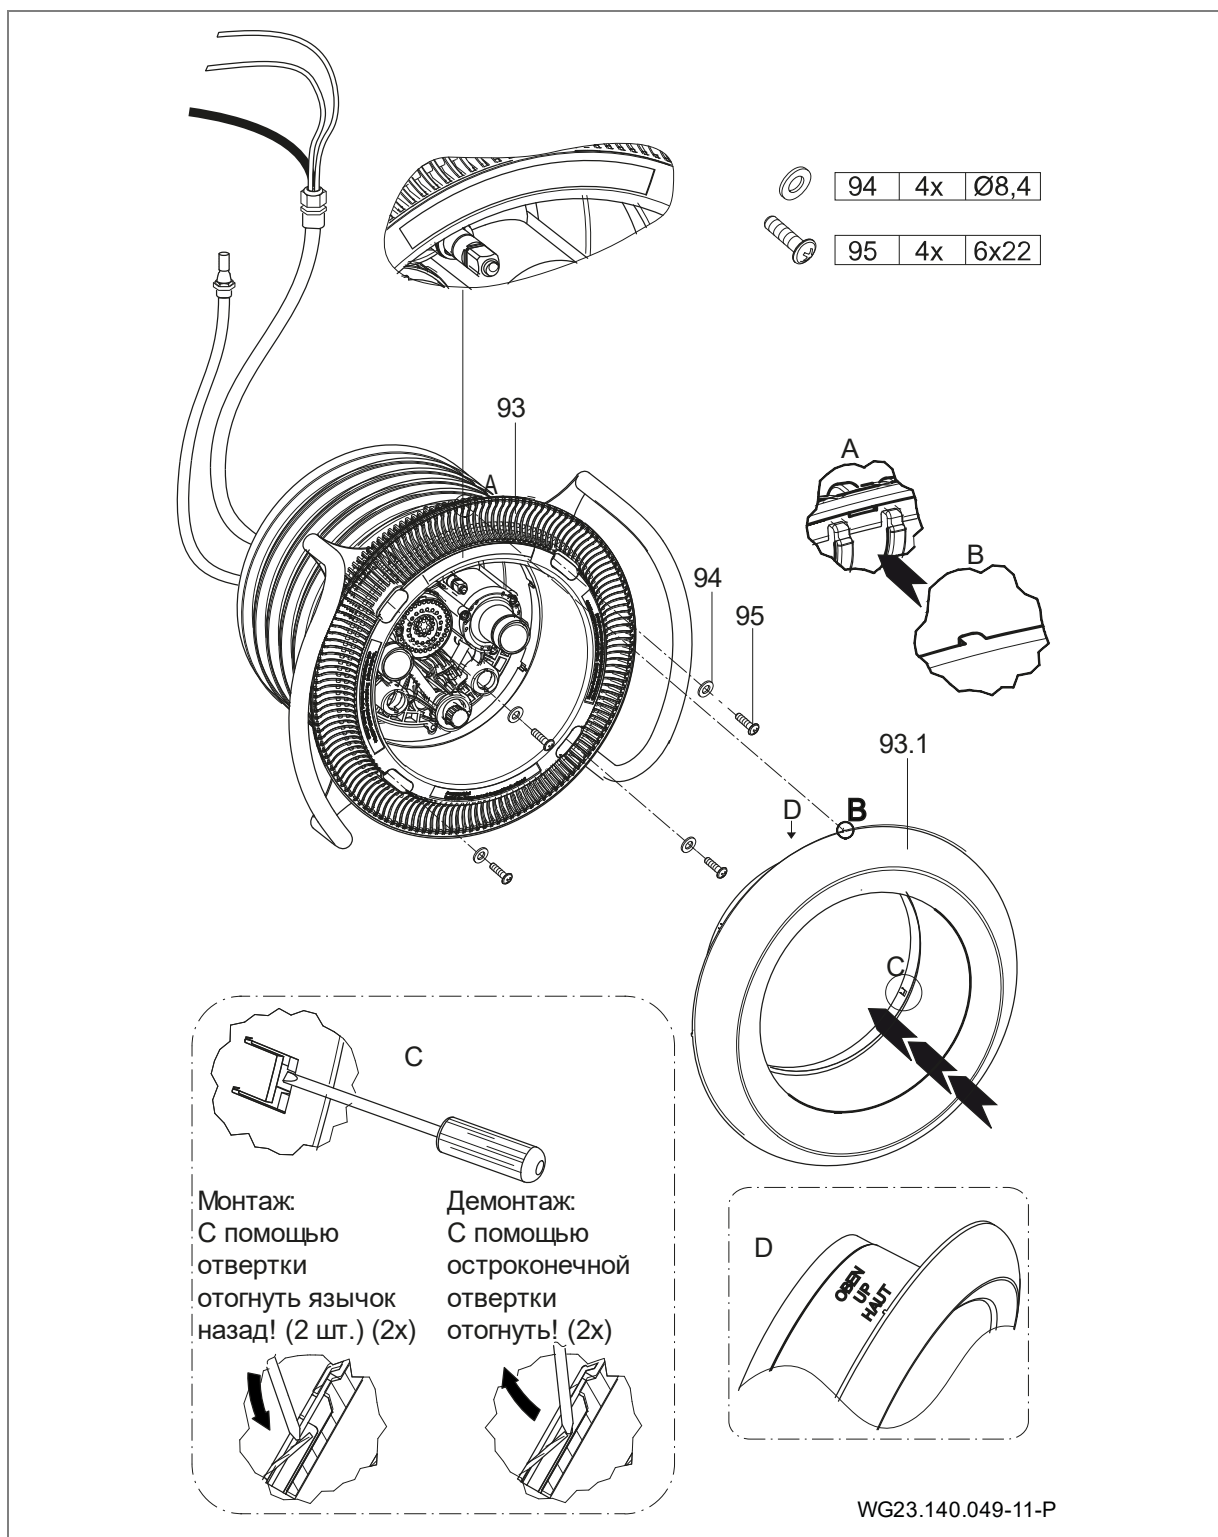
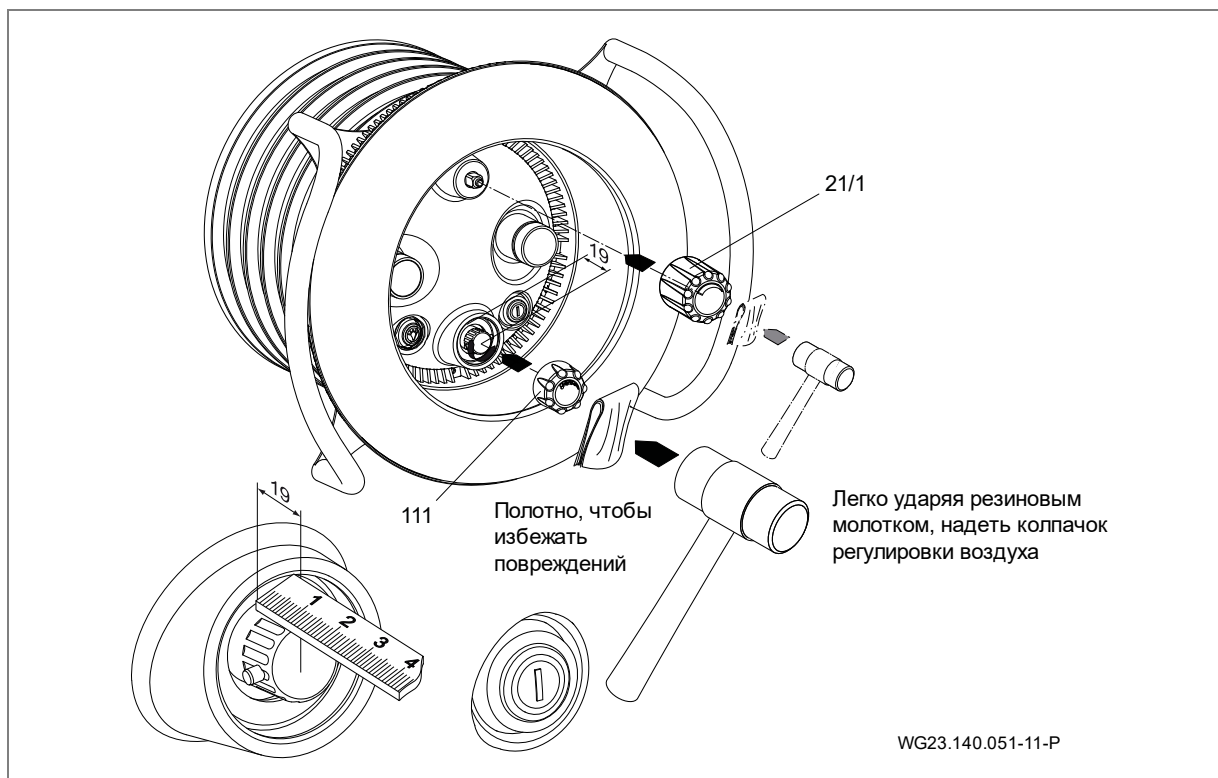

Рис. 19
Рис. 21
7. Выровнять весь корпус сопел (102.1) на встраиваемом корпусе (1) и прикрутить с помощью десяти предварительно смонтированных самонарезающих винтов (61). (Рис. 19)
Primavera Deluxe: Пьезокнопки с двумя установленными кольцами круглого сечения осторожно вдавить в смонтированные корпуса кнопок в сопловой коробке. При необходимости воспользоваться вазелином. (Рис. 19)
9. Приложить заглушку всасывания (93) к зажимному кольцу (28) и прикрепить с помощью четырех подкладных шайб (94) и четырех самонарезающих винтов (95). Следить за расположением. (Рис. 19)
11. Расположить крышку защиты света (110) по центру на корпусе сопел (102.1) и прикрепить с помощью четырех самонарезающих винтов (112). (Рис. 21)
1. Снять крышку для регулирования расхода (21/1) и воздуха (111). На BADU JET Primavera Deluxe необходимо перед снятием крышки открутить потайной винт. См. "Рис. 21".
2. Открутить саморезы (112) и снять прозрачный кожух (110).
3. Две боковые накладки стальной диафрагмы отогнуть вперед и снять диафрагму. См. "Рис. 19".
4. Открутить саморезы (95) и снять всасывающую диафрагму (93) и рукоятку ().
5. При необходимости открутить саморезы (61). Снять сопловой корпус (102.1). При этом обратить внимание на внутренний воздуховод (4), закрепленный на встраиваемом корпусе (1).
6. Открутить саморезы (52). Снять рукоятку (70), стяжное кольцо (28) и уплотнение стяжного кольца (27).